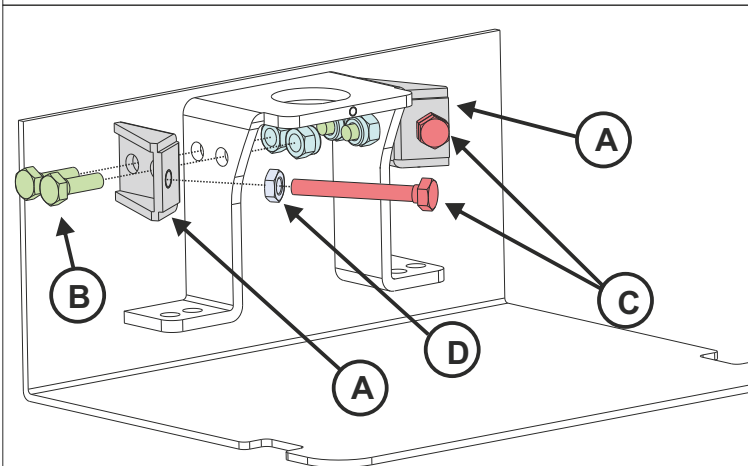

Fig. 24
6.3. Insérer les deux vis de butée « **C** » dans les logements spéciaux sur les supports de butée à l'aide des boulons appropriés « **D** », comme indiqué dans (Fig. 24 et Fig. 25)